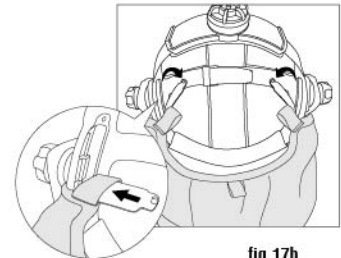

fig.17b
Étape 2 : Détachez la boucle à l'intérieur du casque, laissez le ruban croché passer à travers la boucle (voir fig.17b).